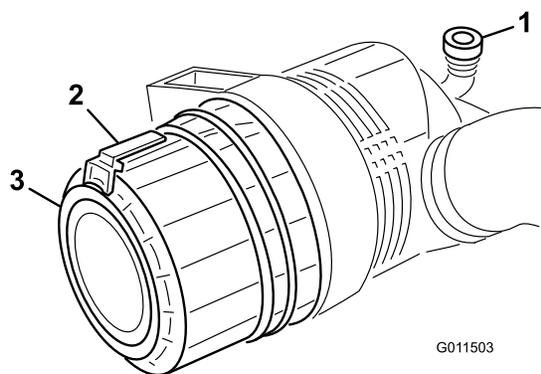

図 51
1. ラッチを引いて外し、カバーを左にひねってボディーからはずす（図 51）。